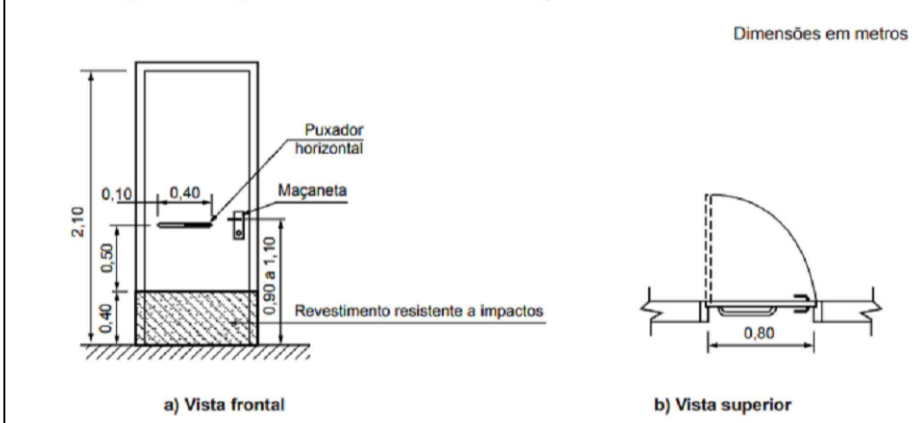

Figura 84 – Portas com revestimento e puxador horizontal
6.11.2.7 As portas de sanitários e vestiários devem ter, no lado oposto ao lado da abertura da porta, um puxador horizontal, conforme a Figura 84, associado à maçaneta. Deve estar localizado a uma distância de 0,10 m do eixo da porta (cobrindo-a) e possuir comprimento mínimo de 0,40 m, com diâmetro variando de 35 mm a 25 mm, instalado a 0,90 m do piso. O dispositivo de travamento deve observar o descrito em 4.6.8. Recomenda-se que estas portas ou batentes tenham cor contrastante com a da parede e do piso de forma a facilitar sua localização.